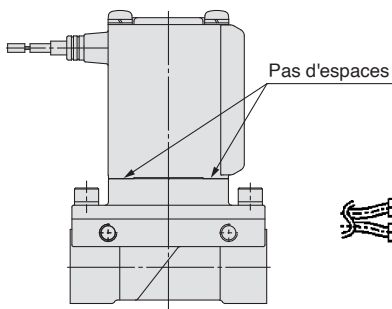

Fig.1
- 3) Enfoncez le bloc bobine jusqu'au corps et serrez les vis de deux tours ou plus en diagonale (Fig. 2) lorsqu'il n'y a plus aucun espace entre le bloc bobine et le corps (Fig. 1).
- * Après avoir serré les vis, vérifiez qu'il n'y a pas d'espaces entre la bobine et le corps (Fig. 1).